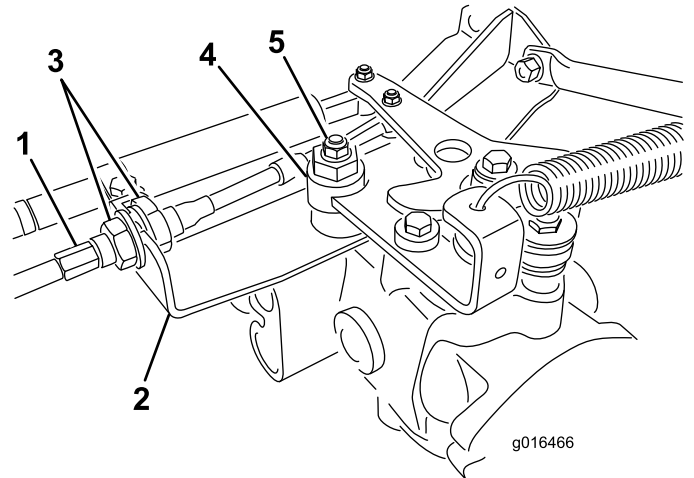

Bild 46
- A. Lösen Sie beide Klemmmuttern, mit denen der Fahrtriebs-Bowdenzug am Schott am Hydrostat befestigt ist (Bild 46). Achten Sie darauf, dass die Klemmmuttern gleichmäßig gelockert sind und eine ausreichende Einstellung ermöglichen.
Hinweis: Lösen Sie die Mutter, mit der der Exzenter oben am Hydrostat befestigt ist (Bild 46).
- E. Ziehen Sie die Mutter fest, wenn sich das Rad nicht mehr dreht, um den Exzenter und die Einstellung zu arretieren (Bild 46).
- G. Ziehen Sie die Sicherungsmuttern, mit denen der Bowdenzug am Schott befestigt ist, gleichmäßig von der Innenseite des Schotts fest (Bild 46). Verdrehen Sie nicht den Bowdenzug.